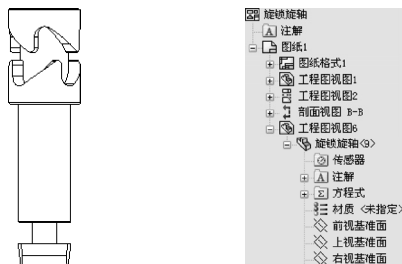

图 7-114 创建右视基准视图
STEP 5 单击“工程图”工具栏中的“模型视图”按钮，选择素材文件“旋锁旋轴.sldprt”，创建一自定义比例 1:3、“右视”的基准视图，如图 7-114 所示。